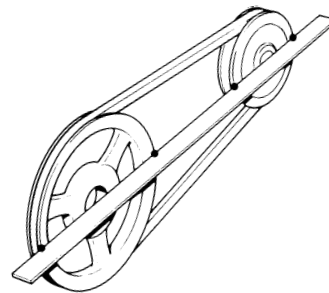

Abb. 44 Ausrichten der Riemenscheiben
- Sicherstellen, daß nach der Justierung beide Riemenscheiben fluchten. Prüfen durch Anlegen eines geeigneten Lineals wie in Abb. 44 dargestellt. Der Keilriemen muß exakt parallel zum Lineal laufen, wenn dieses an der Keilriemenscheibe angelegt wird.